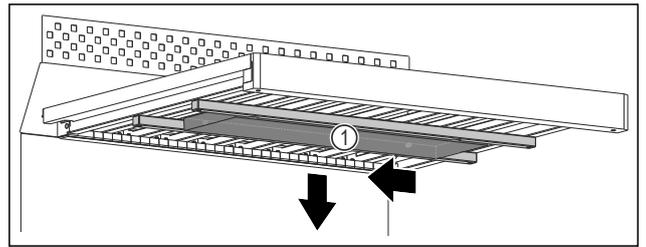

Fig. 98
- ▶ Wasserbox Fig. 98 (1) nach links schieben.
- ▶ Wasserbox Fig. 98 (1) nach unten entnehmen.